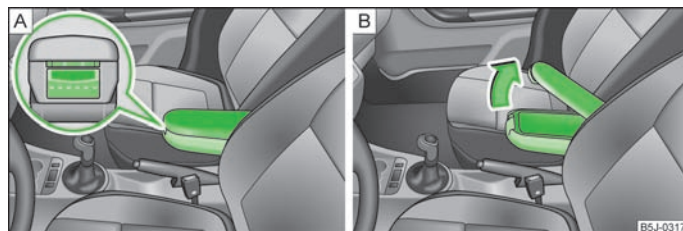

Fig. 69 Accoudoir : Vide-poches/ouverture du vide-poches
- Appuyez sur la touche inférieure à l'avant de l'accoudoir » fig. 69 - [A].
- Appuyez sur la touche supérieure et relevez le cache du vide-poches » fig. 69 - [B].